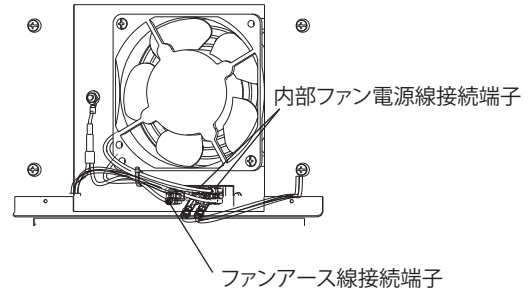

図 9 内部ファン部 (OPHE-10R)
3. 配線を固定している結束バンド、電源線接続端子、およびアース線接続端子を外してください。(図 9)